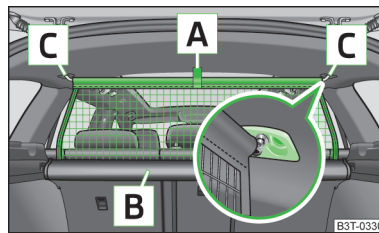
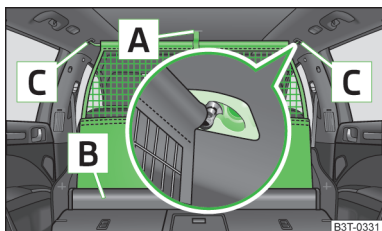

Fig. 118
Fig. 119
- Asigurați-vă că bara transversală este introdusă în locașurile **C** » fig. 118 la pagina 107, respectiv » fig. 119 la pagina 108 în poziția cea mai din față!
- Trageți peretele despărțitor din plasă de chinga **A** » fig. 118 în direcția prinderilor **C**.
- Trageți puțin în spate bara transversală, mai întâi pe o parte, apoi pe partea cealaltă, și scoateți-o din prinderile [C] » fig. 118.
- Trageți peretele despărțitor din plasă de chinga [A] » fig. 119.
- Trageți puțin în spate bara transversală, mai întâi pe o parte, apoi pe partea cealaltă, și scoateți-o din prinderile [C] » fig. 119.